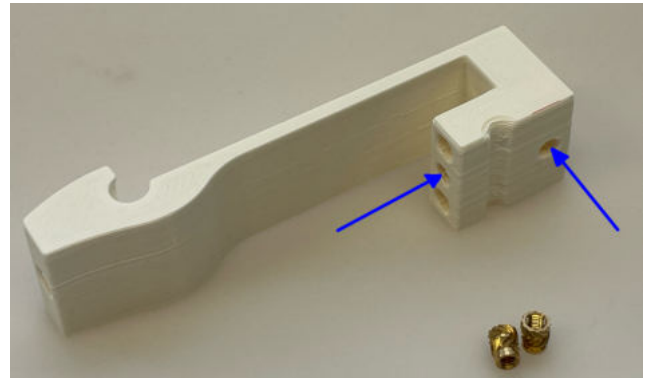

Abb. 11: Der Rumpf wird mit den Gewindeeinsätzen versehen.
- (1) Markiere bei den beiden 4 mm Rundhölzern eine Länge von 22 cm.
- (2) Kürze die Rundhölzer an dieser Stelle mit einem Cutter.
- (3) Heize den Lötkolben auf 350°C auf
- (4) Stecke zwei Gewindeeinsätze mit dem Lötkolben in die Löcher in dem 3D-gedruckten Rumpfmittelstück (Abbildung 11).